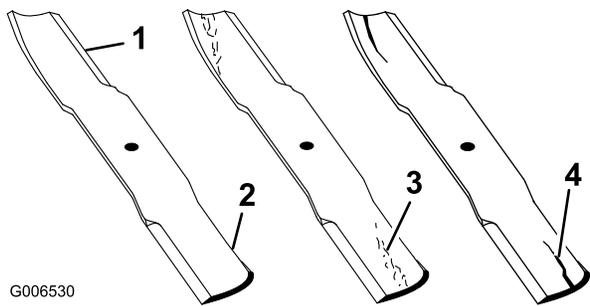

Figura 94
1. Inspeccione los filos de corte (Figura 94).
- Si observa fisuras, desgaste o la formación de una ranura en esta zona, instale de inmediato una cuchilla nueva (Figura 94).